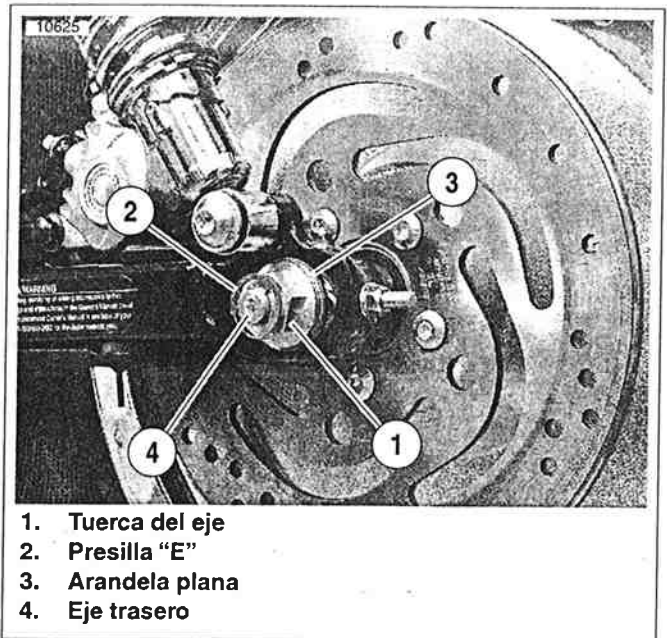

Figura 2-9. Montaje de la rueda trasera
4. Vea la Figura 2-9. Quite la presilla "E" (2), la tuerca del eje (1) y la arandela plana (3).
5. Golpee suavemente el extremo del eje (4) con un martillo suave para aflojarlo. Libere el eje del montaje del brazo oscilante.